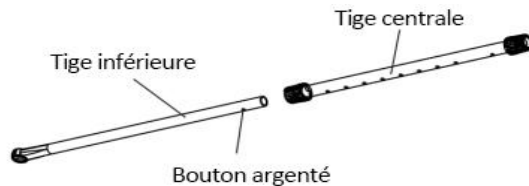

Fig.3
2. Détendez LOCK NUT sur le lien central. Appuyez sur le bouton argenté sur le lien inférieur pour l'introduire dans le lien central (Voir Fig.3).